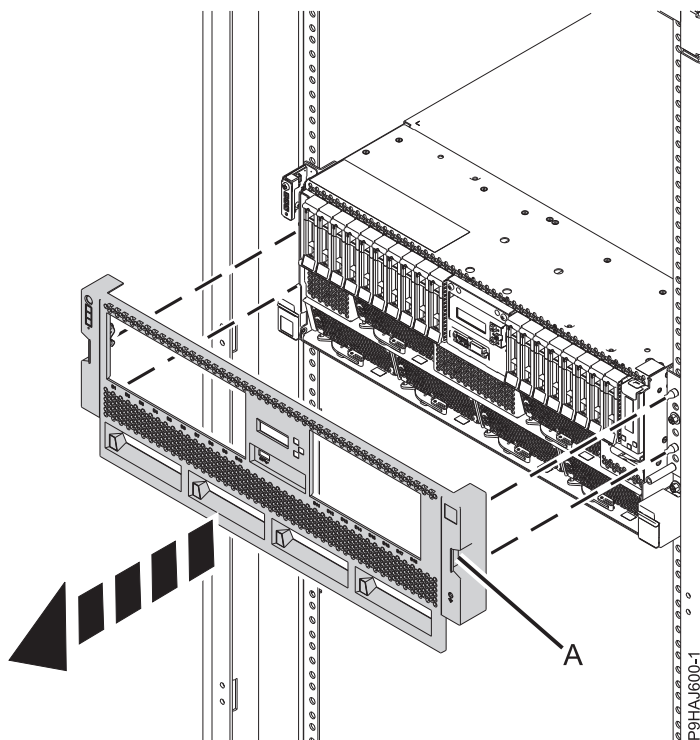

Figura 4. Scoaterea panoului frontal
2. Înlăturarea capacului frontal prin tragerea în afara sistemului. Capacul are adâncituri (**A**) pentru a-l ține mai ușor. Consultați Figura 4 la pagina 19.